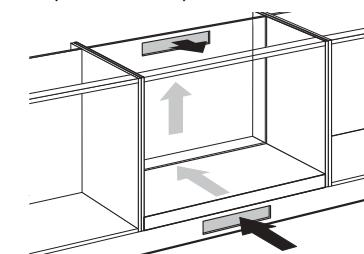

Abb. 10: Belüftungsöffnungen
■ Sägen Sie die Belüftungsöffnungen (min. 100 cm2) aus. Die Belüftung erfolgt über die Sockelblende und die Schrankrückseite (siehe Abb. 10).